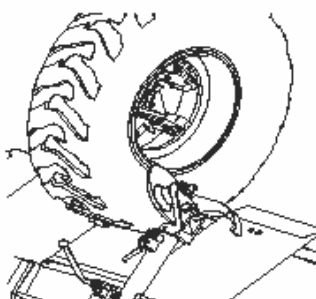

Рисунок 24
6.8.5 Замковое кольцо расположите вплотную к ободу; с помощью тарельчатого диска поставьте кольцо на обод (см. Рис. 24)